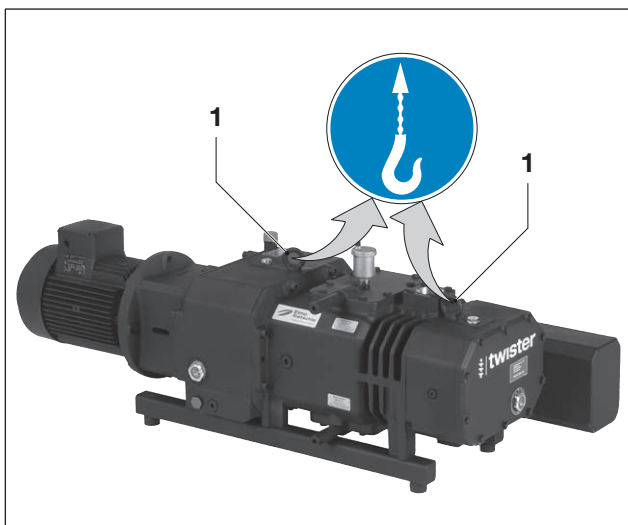

Fig. 1 Levantar e transportar
- a) Apertar firmemente os olhais (Fig. 1/1).